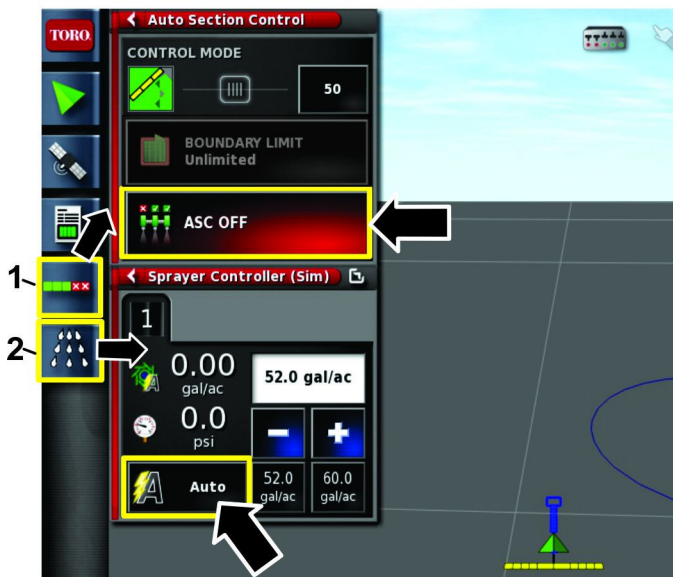

Bild 24
1. Wählen Sie das ASC- und das Sprühsteuergerät-Symbol aus (Bild 24).
2. Bringen Sie das ASC-Symbol in die AUS-Stellung und die Dosierung in die AUTO-Stellung (Bild 24).